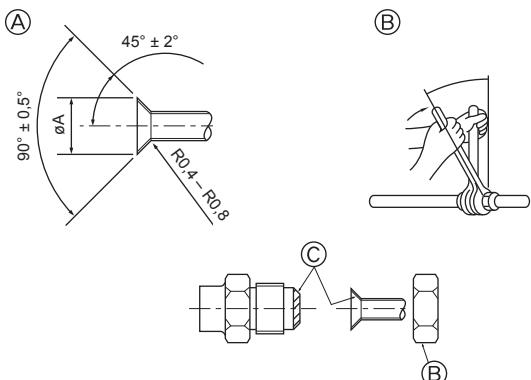

Rys. 2-7
2.6. Potwierdzanie położenia urządzenia głównego i dokręcanie śrub podwieszających (rys. 2-7)